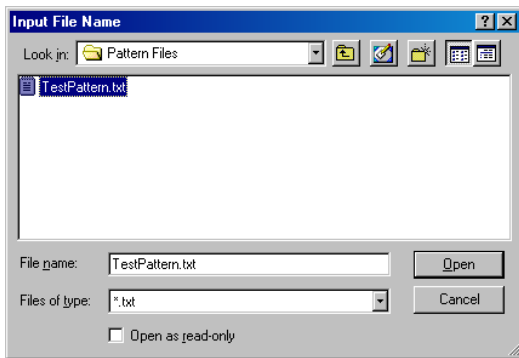

図 17. Converter の実例(ステップ#3)
3. [DAT]ボタンをクリックして、変換する必要があるバイナリテキストファイルを見つけ、次に[Open (開く)]をクリックします(図 17)。**[Open]** ボタンをクリックすると、プログラムはファイル内のデータビット数を計算します。